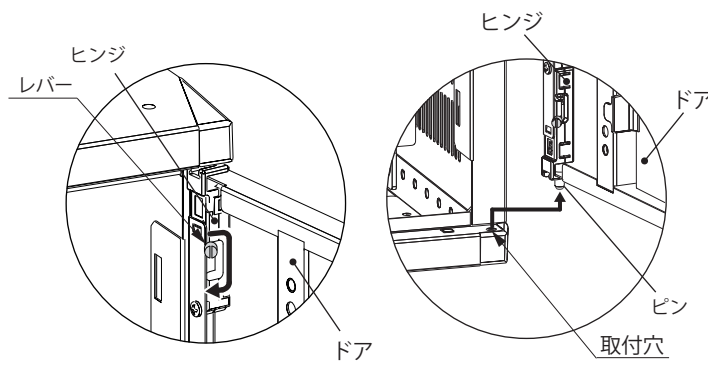

図10 下部
2. ドア全体を斜め上に持ち上げ、ドアを取り外してください。(図10)